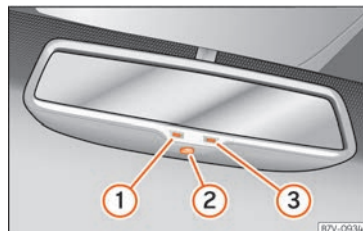

Fig.151 Retrovisor interior antideslumbrante automático.
Legenda de **fig. 151**:
- ① Testigo de control
- ② Mando
- ③ Sensor para detectar la incidencia de luz »
Esta función se puede activar y desactivar pulsando el mando del retrovisor interior » » fig. 151 ②. Cuando está activada, se ilumina el testigo ①.